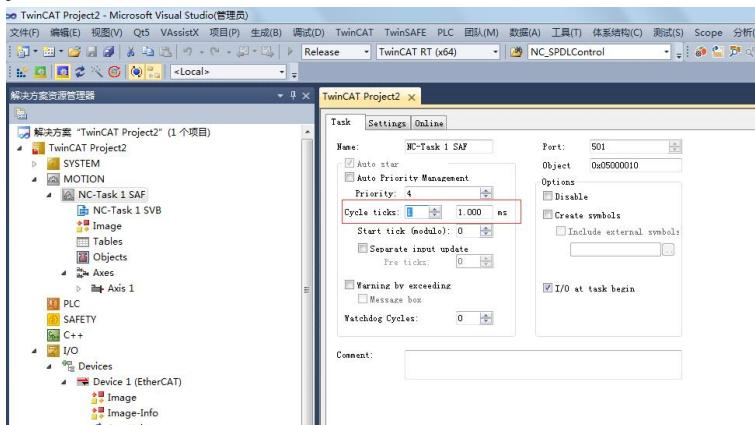
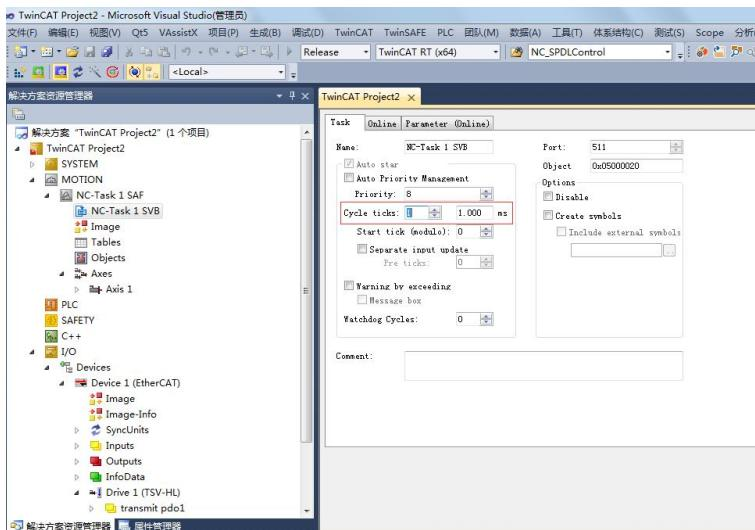

图 8
图 9
7、设置通讯控制周期，NC-task 1 SAF（图 8），NC-task 1 SVB（图 9），都是设置成1ms。